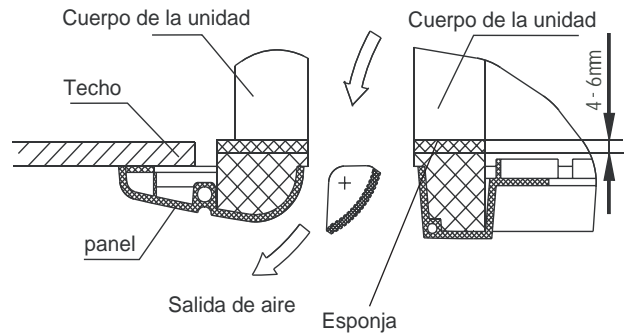

Fig.25
4. Ajuste los cuatro pernos para mantener horizontal el panel, cierre los pernos hasta que el grosor de la esponja entre el cuerpo y el panel haya sido reducida a aproximadamente 4~6mm. (Fig.25)
6. Cierre los pernos debajo de los ganchos del panel, hasta que el grosor de la esponja entre el cuerpo y el panel haya sido reducido a aproximadamente 4~6mm. (Fig.25)